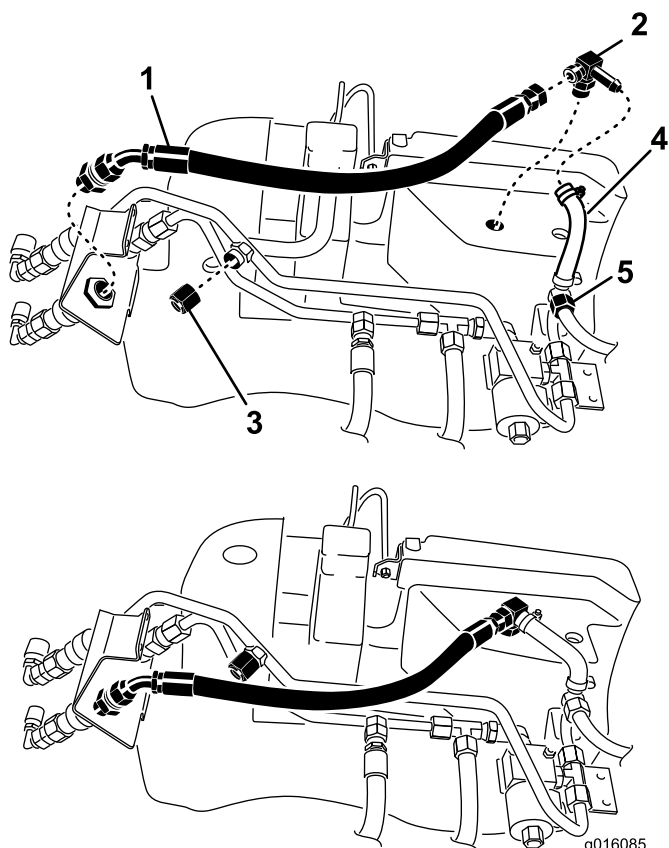

Figure 9
4. Posez le petit raccord en T neuf sur le réservoir hydraulique. Positionnez le raccord comme illustré à la Figure 9.
5. Raccordez le petit flexible moulé au nouveau raccord en T et au petit tube hydraulique avec les colliers déposés précédemment (Figure 9).
6. Reposez le bouchon hydraulique sur l'orifice de conduite hydraulique (Figure 9).
7. Branchez, sans le serrer, le flexible hydraulique neuf au coupleur et au petit raccord en T (Figure 9).